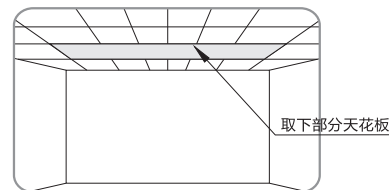

图1
- 按照用户的投影机参数来选定安装升降架的位置，根据升降架所需安装空间，取下部分天花板（如图1），准确测量混凝土房顶的底面到天花板的底面高度距离H（如图2）